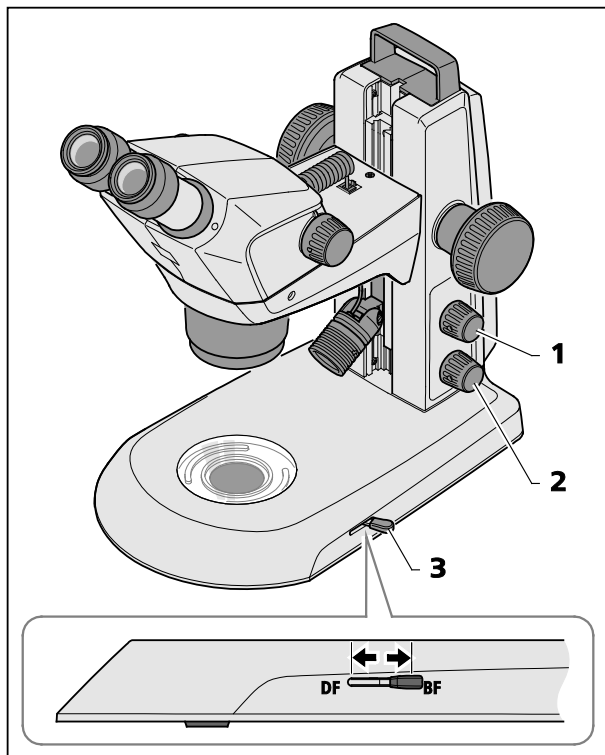

図 25 スタンド K EDU の透過光モジュール
- 下側の回転ボタン（図 25/2）を押して、透過光をオンにします。
- レバー（図 25/3）を動かして、明視野ライトと暗視野ライトを切り替えます。
上側つまみ（図 25/1）を押すと、さらに入射光が混入します（28 ページの第 4.2 章を参照）。